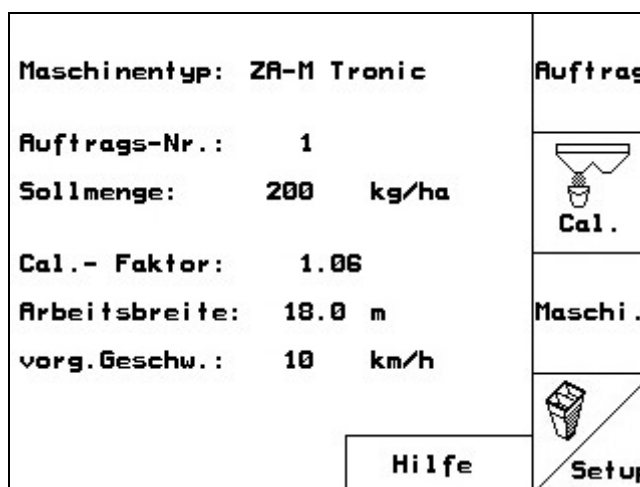

Fig. 17
-  - Menu Ajuda apenas possível a partir do menu principal (Fig. 17).